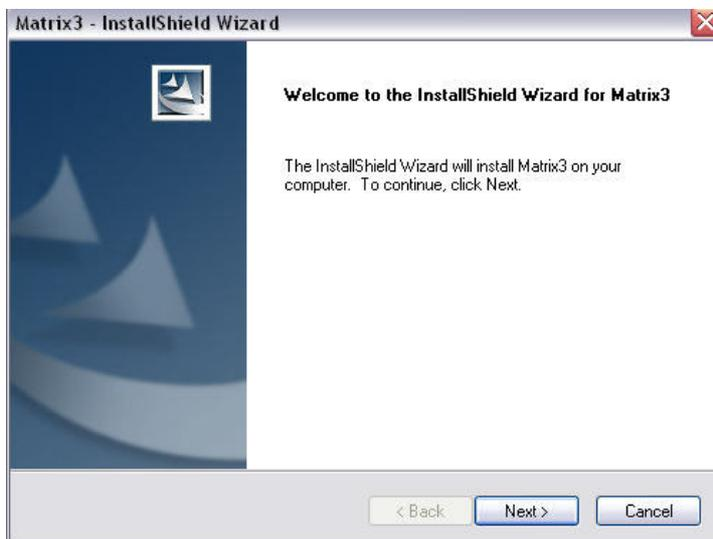

FIG. 7
8. Haga clic en SIGUIENTE para continuar con la instalación del software y pasar al asistente InstallShield de Matrix 3 (FIG. 7). Haga clic en el botón ATRÁS para volver a la pantalla de instalación anterior o en CANCELAR para finalizar la instalación del software.
9. Haga clic en SIGUIENTE. El asistente InstallShield de Matrix 3 comienza la instalación (FIG. 7).